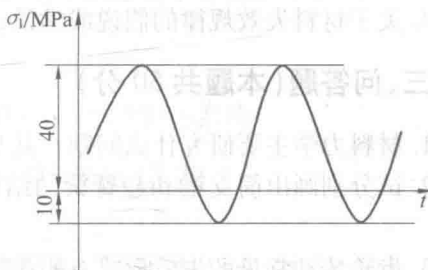

图2
3. 图2所示交变应力的循环特征、平均应力、应力幅度分别为_____。